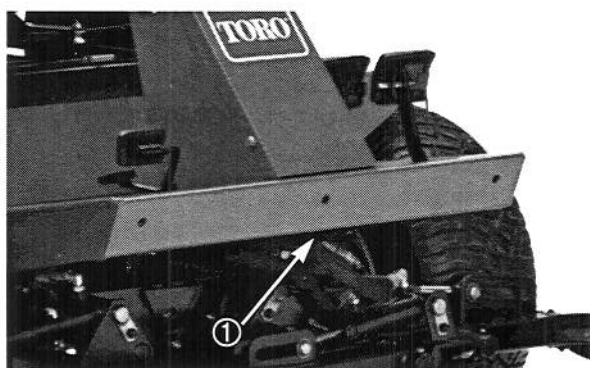

Figure 20
2. Fixer une chaîne, une courroie ou un câble adéquat au centre du longeron avant (Fig. 20)